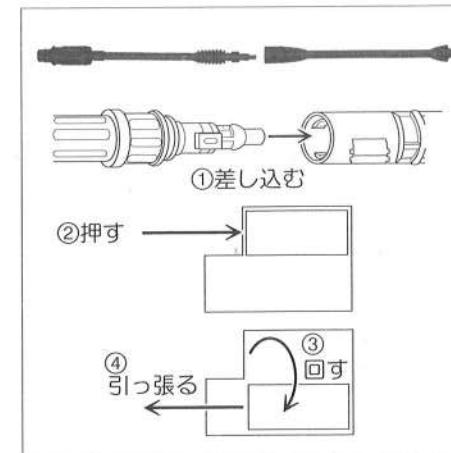

図7
■ノズルの取付け方法(図7、8参照)
- ①スイッチの引金に付いているロックレバーを起こし、スイッチの引金をロックしてください。
- ②延長ノズル片方の凹部にターボノズルの凸部を差し、奥まで押し込みます。
- ③ターボノズルを右に回し、延長ノズル横向きの凹みにターボノズル凸部を噛合うように引っ張ってください。
- ④組み上がったノズルをガンにねじ込み締付けください。